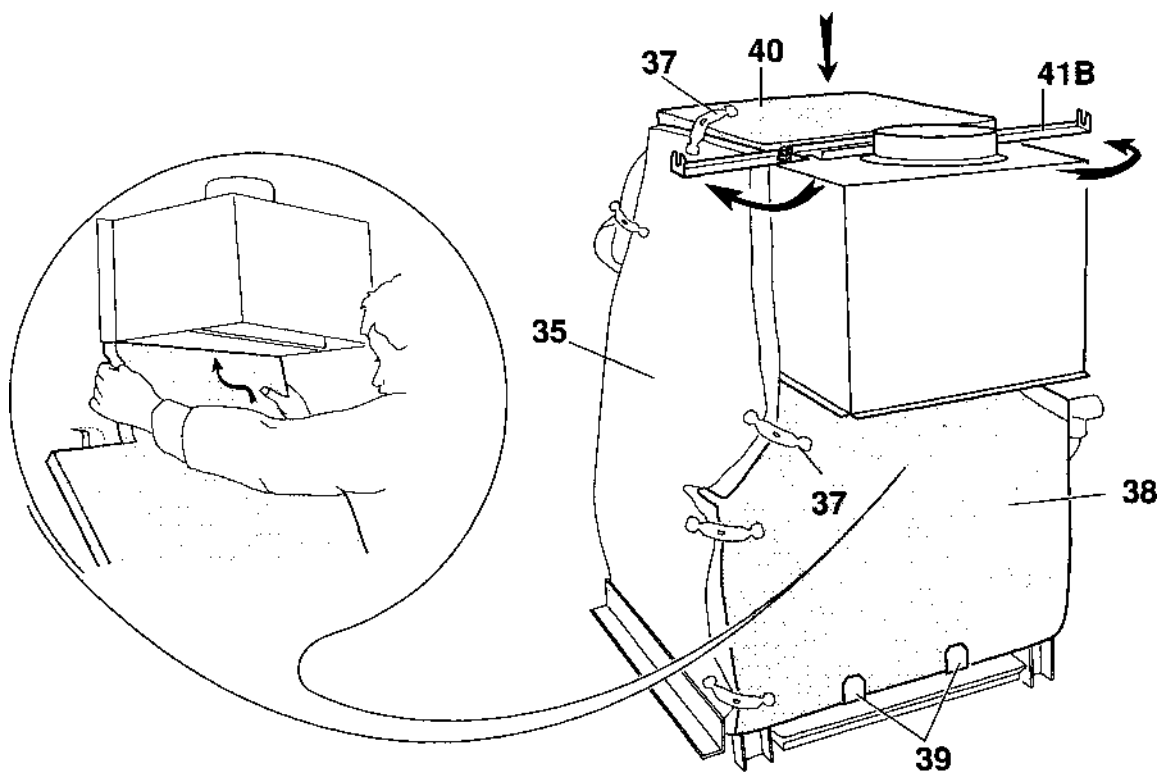

Рис. 23
- Отопительный котел из 11 - 18 секций (рис. 23) Заднюю поперечину (41А) повернуть наружу под прямым углом по отношению к предохранителю.